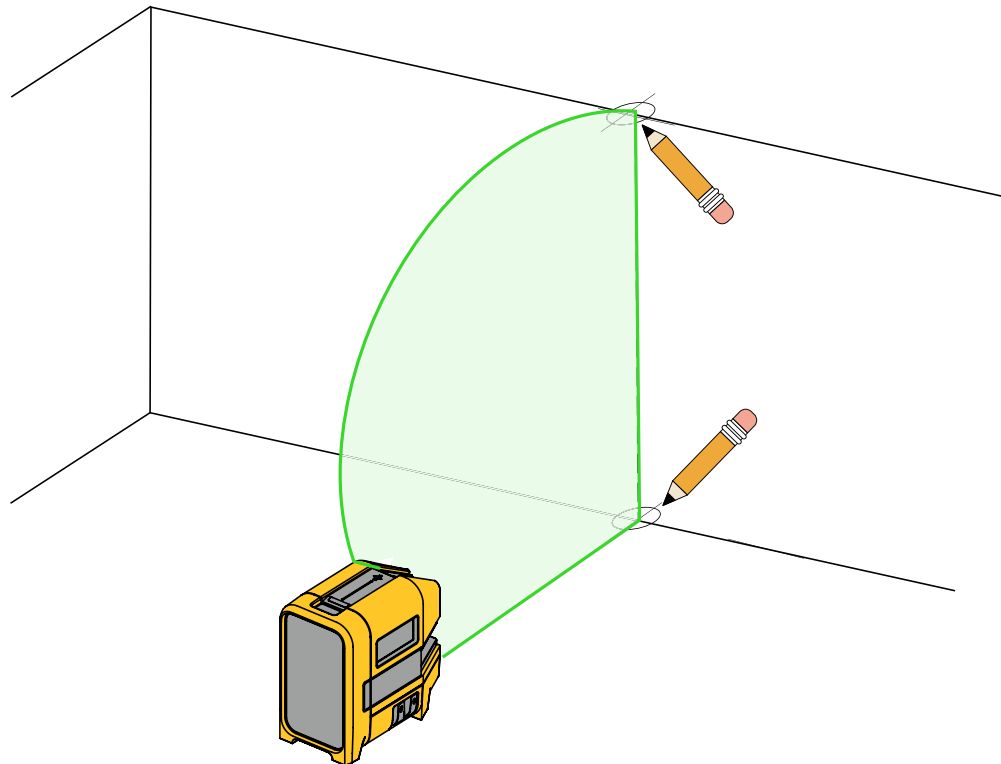

Figur 2. Ny horisontal eller diagonal innretting
2. Slå på den horisontale laseren, og rett den mot målområdet. Se Figur 2.